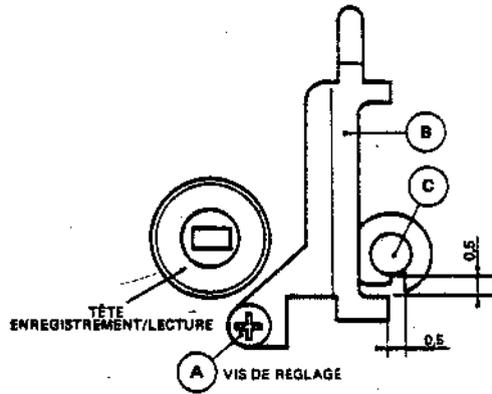

Fig. 21
- Après avoir desserré la vis (A), positionner l'ensemble (B) pour obtenir un jeu de 0,5 mm par rapport à l'axe (C) comme indiqué en figure 21.